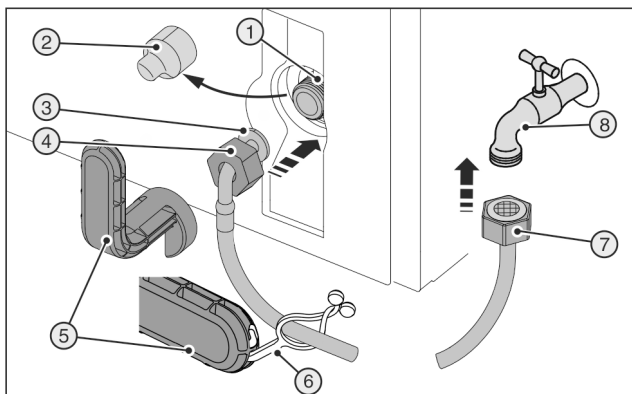
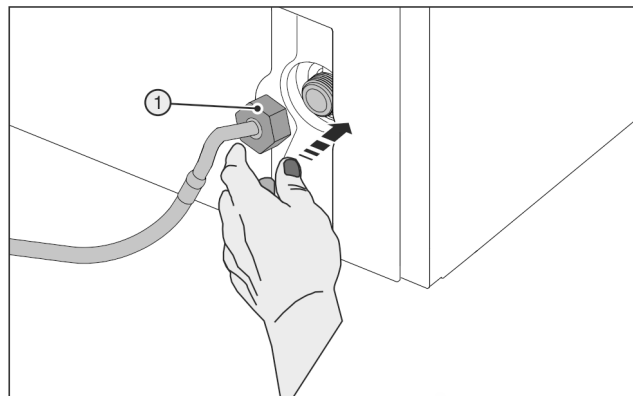

Fig. 45
Fig. 46
Unealtă auxiliară Fig. 45 (5) ruptă !
- ▶ Utilizați unealta auxiliară Fig. 45 (5) numai la temperatura încăperii.
- ▶ Îndepărtați capacul Fig. 45 (2).
- ▶ Montare simplificată: Așezați capătul drept al furtunului Fig. 45 (7) spre stânga pe podea.
- ▶ Împingeți piulița Fig. 45 (4) până la capăt peste capătul cotit al furtunului Fig. 45 (3) și țineți-o ferm.
- ▶ Aplicați piulița Fig. 46 (1) cu atenție și înșurubați-o drept pe filet cu două degete, până la obținerea unei poziții stabile.
- ▶ Strângeți piulița Fig. 46 (1) în sens orar cu unealta auxiliară Fig. 45 (5), până când se atinge cuplul maxim și unealta auxiliară Fig. 45 (5) se rotește în gol.
- ▶ Înșurubați piulița Fig. 45 (7) pe robinetul de închidere Fig. 45 (8).
- ▶ Strângeți piulița Fig. 45 (7) în sens orar cu unealta auxiliară Fig. 45 (5), până când se atinge cuplul maxim și unealta auxiliară Fig. 45 (5) se rotește în gol.
- ▶ Deschideți robinetul de închidere Fig. 45 (8) a alimentării cu apă și verificați etanșeitarea întregului sistem de alimentare cu apă.
- ▶ Agățați eclisa Fig. 45 (6) în unealta auxiliară Fig. 45 (5) și fixați-o la furtunul din oțel inoxidabil pentru păstrare.